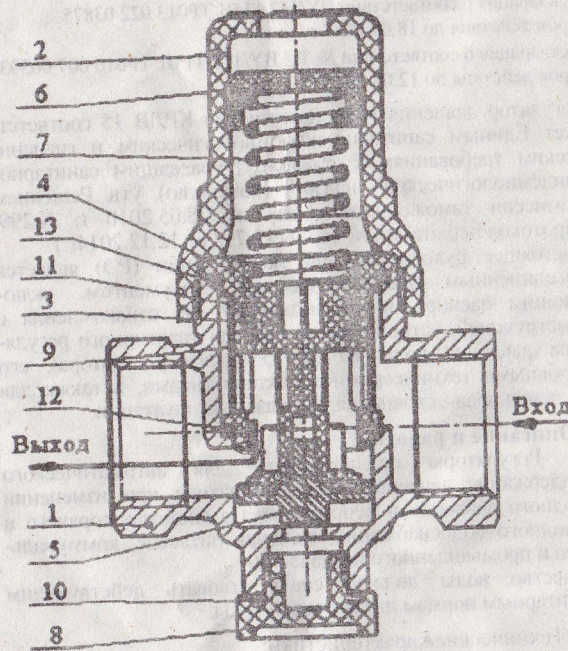

Рис.1 Регулятор давления воды квартирный КРДВ 15
**3.3** Очистку сетки-фильтра (9) проводить в следующем порядке:
- снять крышку (2), вынуть блок регулировки.
**ВНИМАНИЕ!** На крышку (2) воздействует пружина (7), поэтому перед ее откручиванием необходимо обеспечить поджатие крышки.
- снять сетку-фильтр (9) и промыть ее до полного удаления осадка, при необходимости использовать кисть;
- установить сетку-фильтр на место, вставить блок регулировки в корпус регулятора (1), при этом уплотнительные кольца должны быть установлены согласно рис. 1;
- установить пружину и завернуть крышку на корпус так, чтобы стакан (4) был поджат и с помощью резинового кольца (13) обеспечив герметичность регулятора относительно внешней среды.